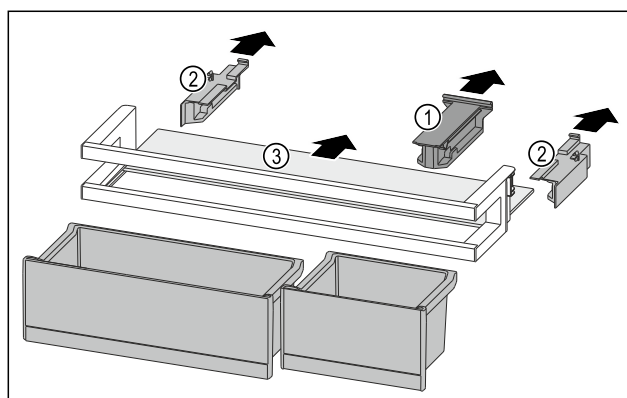

Fig. 127
- Træk holdesektionen Fig. 127 (1) af.
- Træk sidesektionerne Fig. 127 (2) af.
- Tag hylden Fig. 127 (3) ud.